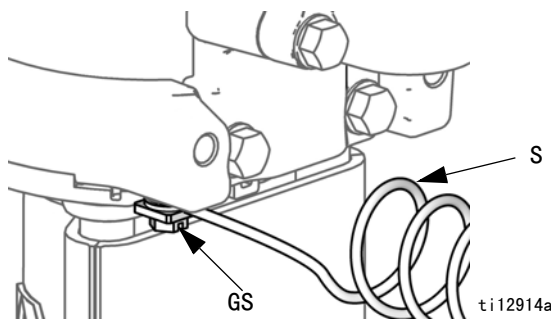

图 4. 泵接地。
**泵：**参见图 4。确定是否已连接接地螺丝 (GS)，并拧紧至气动发动机。将接地导线的另一端 (S) 连接到真正的大地接地点上。